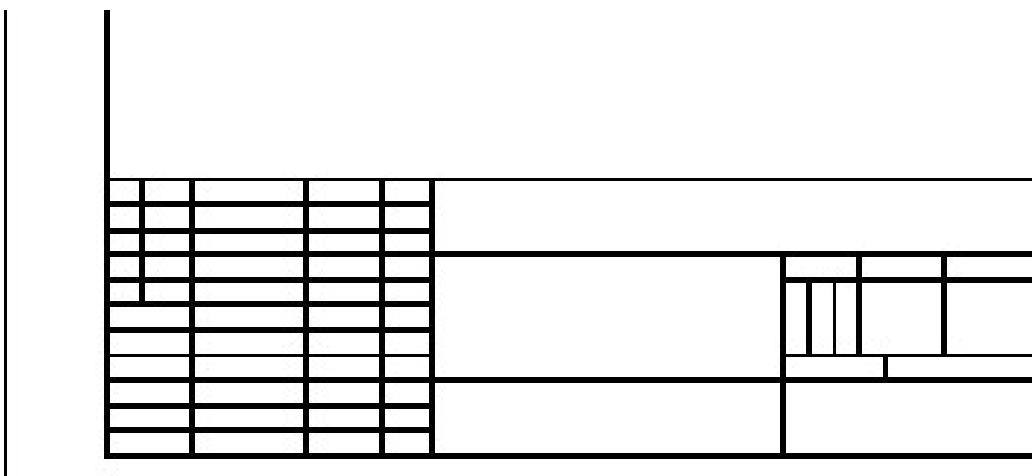

Рис. 42
4. *Нарисуйте рамку для обозначения границы чертежа (рис. 42):* активизируйте команду **Отступ (Offset** буква **o**), щелкните на прямоугольнике рамки, затем внутри прямоугольника. Для смещения левой стороны рамки границы чертежа вправо сначала разгруппируйте прямоугольник на отдельные линии командой **Взрыв (Explode)**  . Сместите левую границу рамки внутрь на 2, удалите исходную линию и скруглите верхний левый и нижний левый углы рамки.